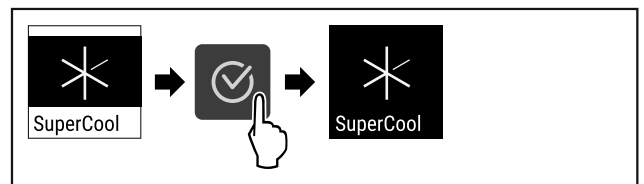

Fig. 74
- ▶ Изпълнете стъпките (виж Fig. 74).